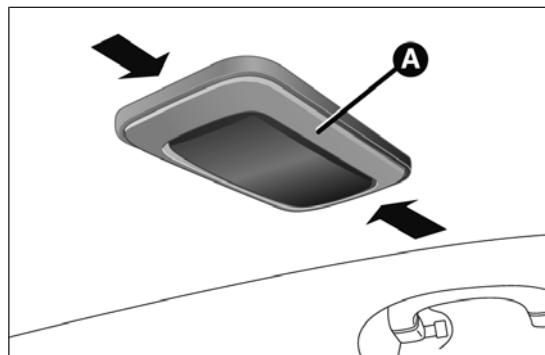

fig. 190
- intervenir sur le point indiqué par la flèche et enlever le plafonnier A fig. 190 ;
- remonter le plafonnier A fig. 190 en l'engageant dans sa position correcte d'abord d'un côté et ensuite en poussant sur l'autre côté jusqu'à entendre le déclic de blocage.